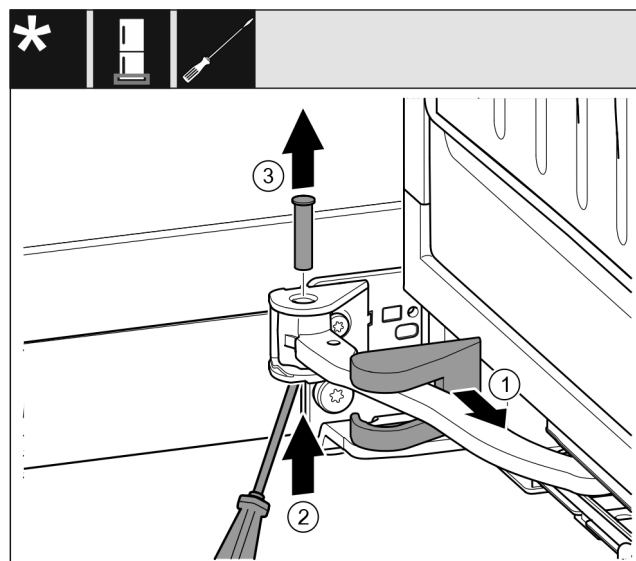

Fig. 19
- Stáhněte kryt stojanu ložiska Fig. 19 (1) a posuňte podél kloubu.
- Čep Fig. 19 (2) zespodu nadzvedněte šroubovákem.
- Čep Fig. 19 (3) vytáhněte shora.